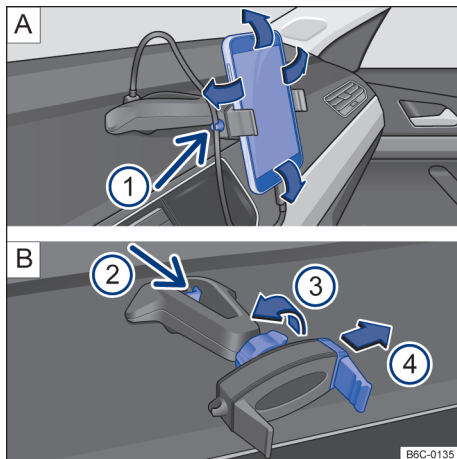

Fig. 171 No console central: suporte para telefone celular e ajustes.
- Segurar o suporte com uma mão e pressionar o botão de destravamento → Fig. 171 B ② (seta).
- Com a haste → Fig. 171 B ④ deslizar no sentido da seta, e instalar o telefone celular no alojamento.
- Com a outra mão deslocar a haste → Fig. 171 [B] ④ até que seja possível remover o aparelho do alojamento.
- Colocar o cabo USB na entrada carregador USB do suporte existente no painel de instrumentos → Fig. 171 [A].
- Prender o cabo no suporte → Fig. 171 [A] ①.
- Para liberar o movimento do suporte, girar a trava → Fig. 171 [B] ③ no sentido contrário da seta.
- Para fixar a posição, girar a trava no sentido da seta ③ → Fig. 171 [B] até a fixação total do suporte.
i O suporte para telefone celular tem garantia de 3 anos, com exceção da haste deslizante (garra) → Fig. 171 **B** ④ que tem garantia de **1 ano**.